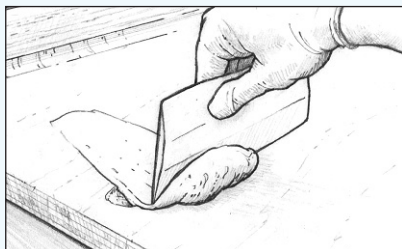

Figura 22 Aplique la mezcla de enmasillado para llenar todos los huecos, y alise para dar la forma deseada.
4. Aplique la mezcla de epoxi espesado sobre la superficie pre-encolada con una espátula de plástico, haciendo que penetre en todos los huecos y oquedades. Alise el epoxi hasta obtener la forma deseada, dejando que la mezcla sobresalga un poco respecto a la zona circundante (*Figura 22*). Retire cualquier epoxi espesado sobrante antes de que se cure. Para rellenar huecos de más de 12mm de profundidad, aplique la mezcla de enmasillado en varias capas, dejando que se cure parcialmente cada aplicación antes de continuar, y/ o utilice el Endurecedor Lento 206 o el Endurecedor Extra Lento 209, dependiendo de la temperatura.